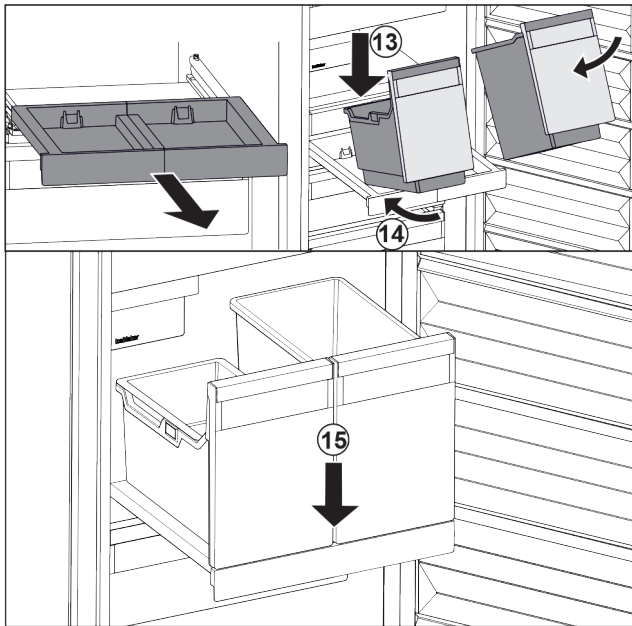

Fig. 90
- ▶ Colocar los recipientes inclinados sobre el estante extraíble. Fig. 90 (13)
- ▶ Introducir los recipientes inclinados hacia atrás. Fig. 90 (14)
- ▶ Depositar los recipientes por delante. Fig. 90 (15)